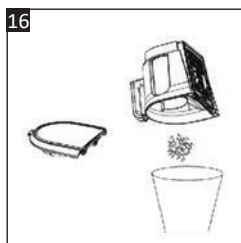

Fig. 16
3. Videz le contenu dans une poubelle (**Fig. 16**).